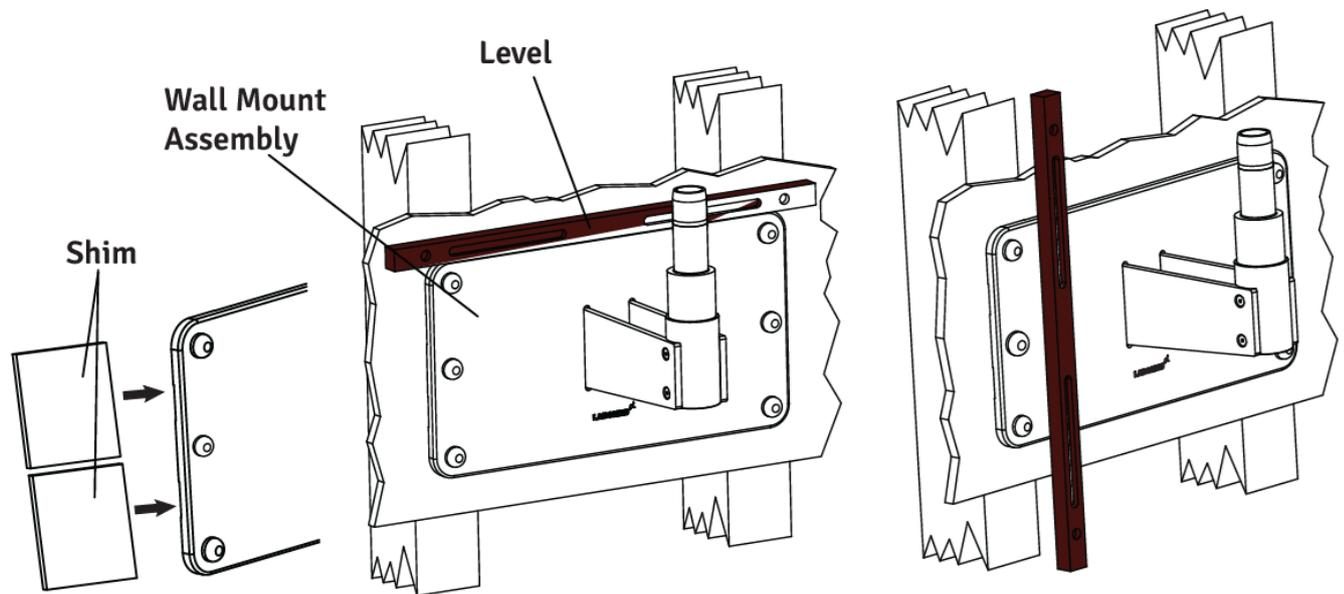

Fig. 22
2. Placez un niveau sur le dessus de la plaque arrière pour vérifier le nivellement horizontal. Voir la figure 22.
5. Placez un niveau verticalement le long de la face du support mural, des deux côtés, pour vous assurer qu'il est perpendiculaire au sol. Voir la figure 22.
6. Si le support mural n'est pas perpendiculaire, insérez une cale entre le support mural et le mur à côté des tire-fonds Reportez-vous à la figure 22. Vérifiez avec le niveau et serrez les tire-fonds une fois que le support est de niveau.
3. Assemblez le bras sur l'arbre de montage mural en vous référant à la fig. 22 et réinstallez le bouchon fileté en place.